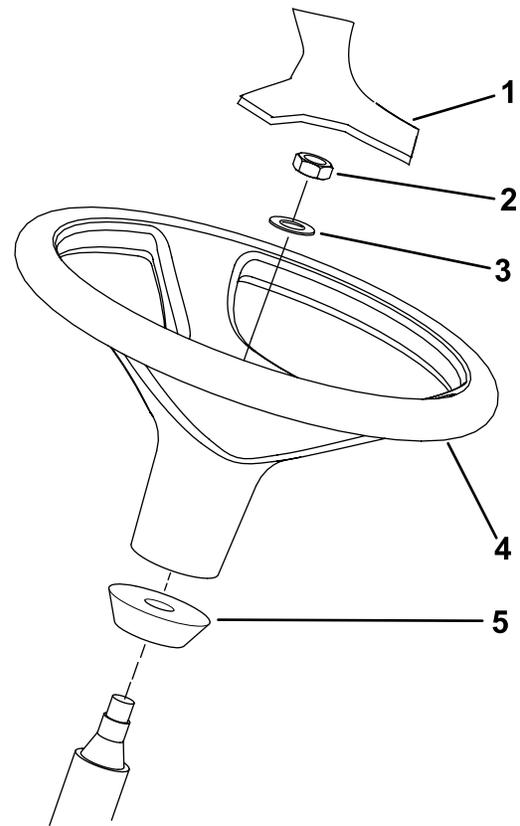

Figura 12
1. Rimuovete il volante dal supporto per il trasporto (Figura 12).
Nota: Accertatevi che il collare in schiuma rimanga sul piantone (Figura 12).
3. Fate scorrere il volante e la rondella sul piantone (Figura 12).
5. Montate il coperchietto sul volante (Figura 12).